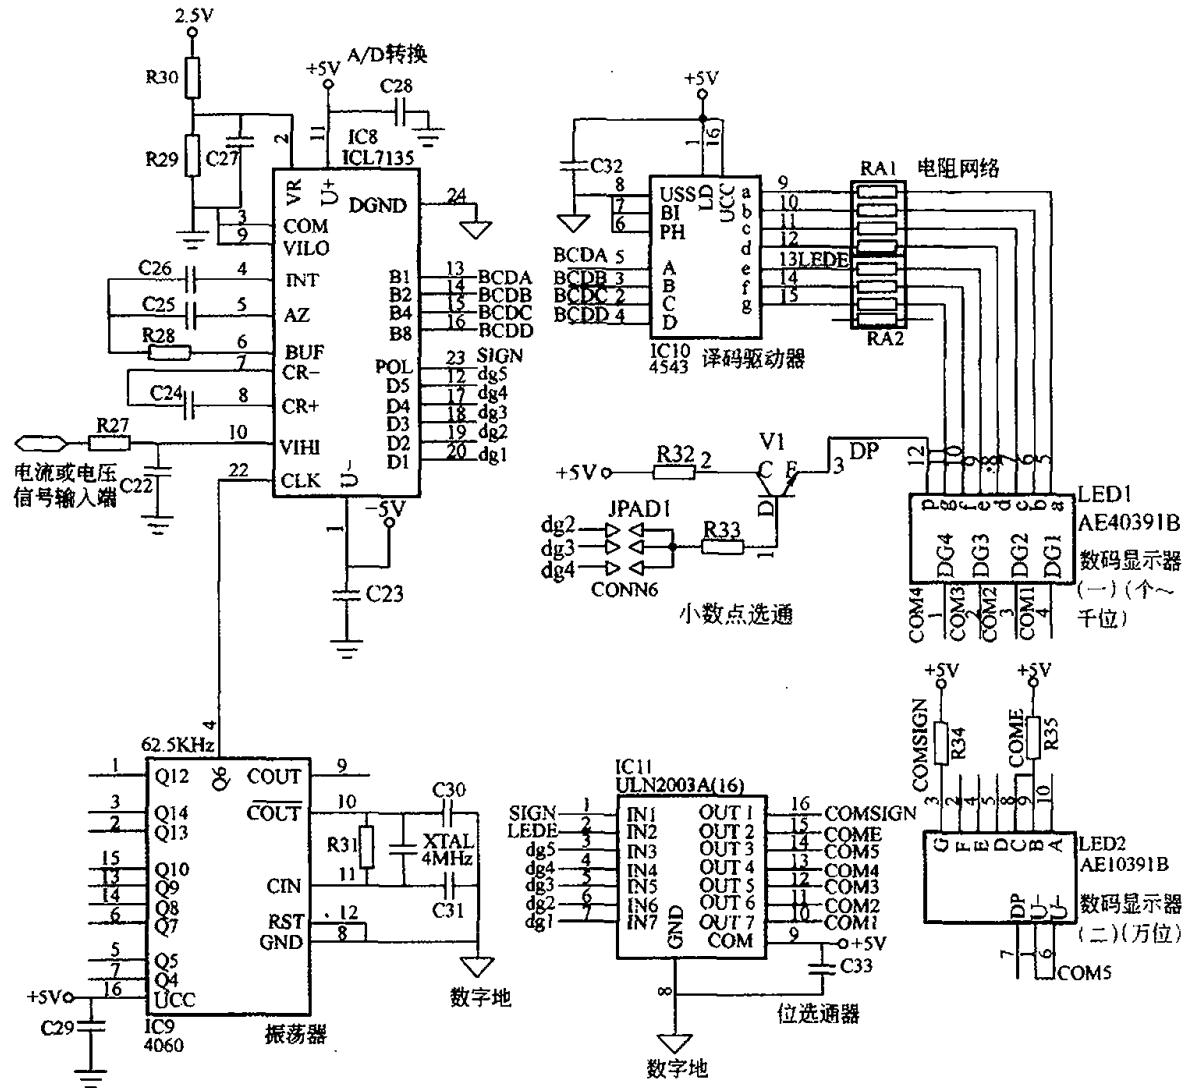
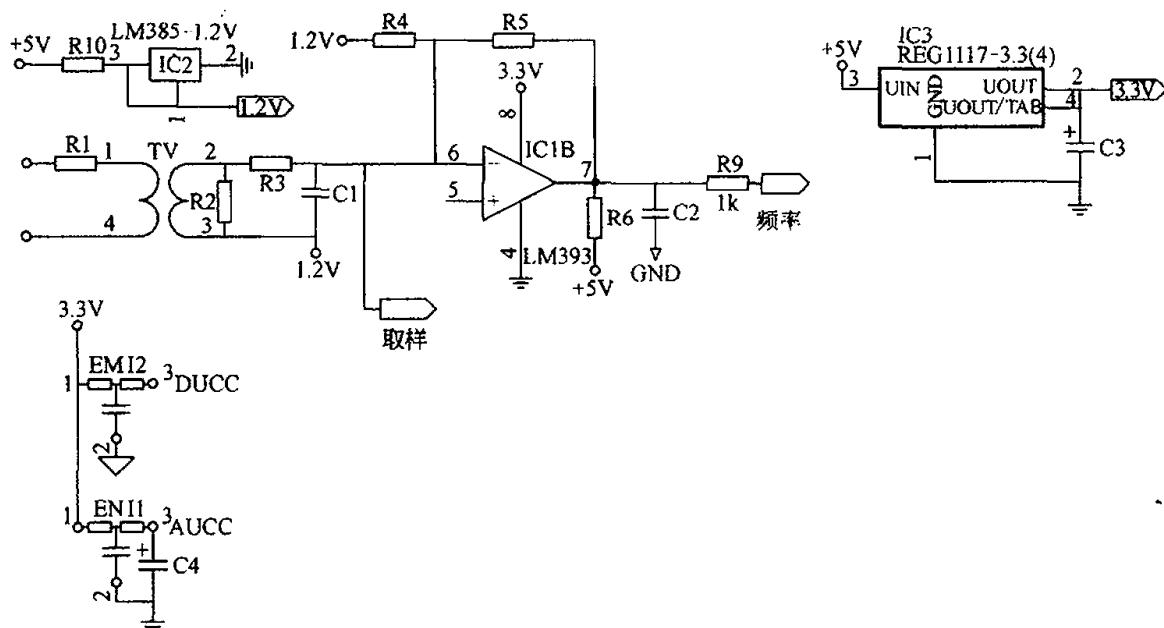

图 30 LED 五位数码管 A/D 转换器显示电路
图 32 交流电压信号输入及处理电路
LED五位数码管A/D转换显示电路与上述电路不同的是采用了ICL7135型A/D转换器，如图30所示。它又叫“单片A/D转换器”，采用CMOS工艺将数字表的基本电路（包括模拟电路和数字电路）集成在一块芯片上，再与数码管等配合，则可显示数字，因此这个显示电路称为“数字表头”。倘若在“OUT”端（输入端，本应记作V_i或I_i端，因输入端接在信号处理电路的“OUT”端而得名）接上电流信号或电压信号，则可组成交流（或直流）电流表或电压表。
读者在识图时，请温习对照例 29，就不难看出图 30 与图 29 的一致性，只不过某些代号不同而已。因为目前数字电工仪表生产厂商太多，型号各异，集成电路（芯片）品牌各异，所以电路不同是自然的，但原理却是一致的。
32. 交流电压信号输入及处理电路（见图 32）
图 32 中，IC2 为一块相当于稳压管的集成电路 LM385，组成输出 1.2V 稳压电路，供取样电路用电（接 C1 下端）；IC3 为 REG117—3.3 集成稳压器，输出 3.3V 供 IC1B 用电。3.3V 经 EM12、EM11 输出 DUCC 和 AUCC，接到微处理器 MSP430F135 的 1 脚和 64 脚（见图 30），作辅助电源。